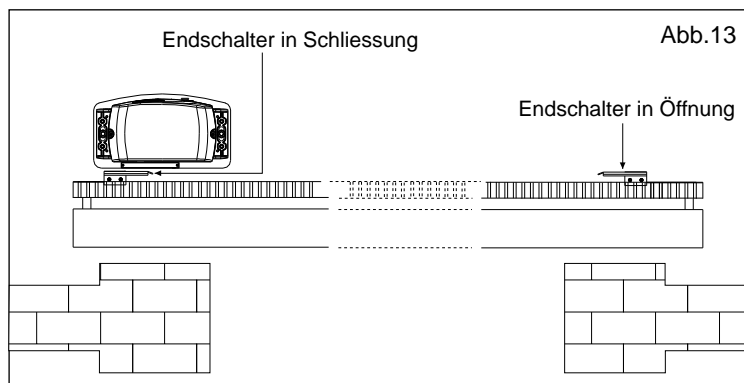

Abb. 13
**7.1.** Um die Endscharter in Öffnung zu installieren, wie folgt vorgehen (Abb. 13):
**7.2.** Zur Installierung und Einstellung der Endscharter in Schliessung wie folgt vorgehen (Abb. 13):